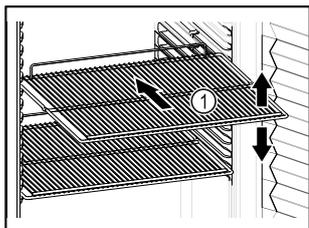

Fig. 63 Representación a modo de ejemplo
- Si los estantes de rejilla Fig. 63 (1) se pueden colocar en distintas posiciones, ajustarlos en altura.